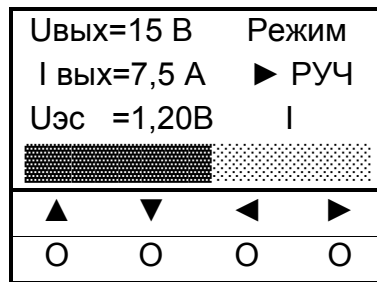

Рисунок 13
2. С помощью кнопок управления «◀», «▶» установить ползунок в среднее положение, проконтролировать значения параметров: $U=14,8...15,2\text{В}$, $I=7,5\text{А}$ (рисунок 13).